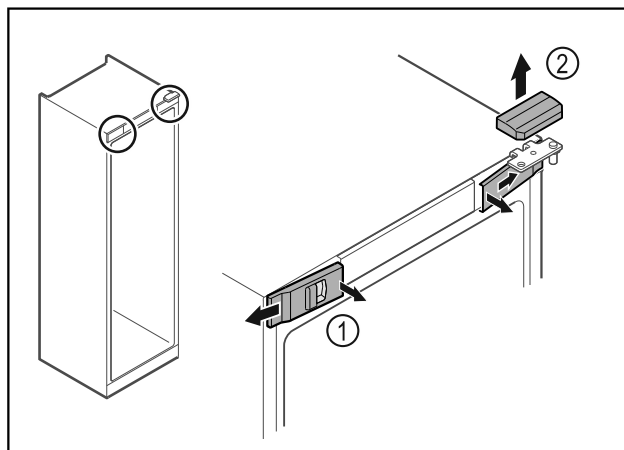

Fig. 14
- ▶ Klik de forreste indvendige afdækninger Fig. 14 (1) ud, og tag dem af i siden.
- ▶ Tag den øverste afdækning Fig. 14 (2) af opefter.